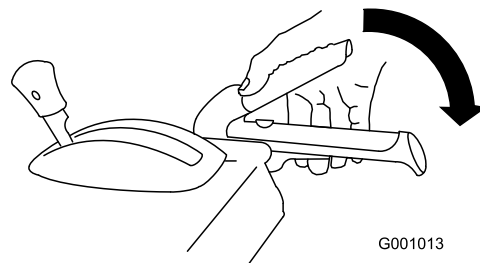

Рисунок 39
- Прижмите рычаг шнека/крыльчатки к рукоятке и удерживайте его на месте (Рисунок 39).